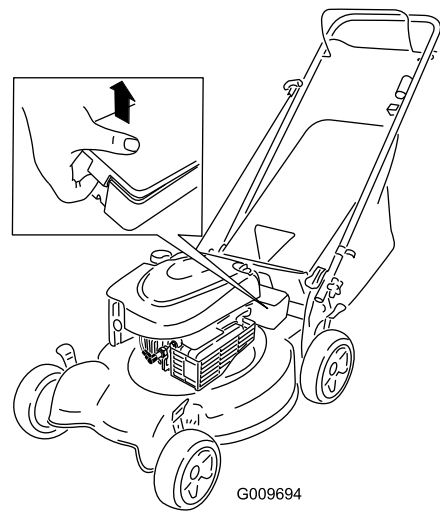

Figura 5
1. Desenganche ambos extremos de la tapa de la batería y retírela (Figura 5).